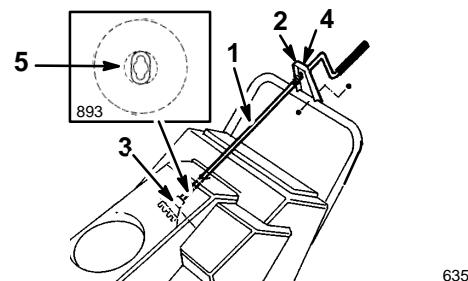

Abbildung 6
- Das abgeflachte Ende der Auswurfkanalkurbel durch das Loch im Schutzbüchsenblech stecken und den Haltebügel auf die Löcher im unteren Griffbügel ausrichten (Abb. 6).
- Langsam die Kurbel drehen, bis das abgeflachte Ende in die versteckte Zahnradöffnung geht und sich der Auswurfkanalring mit der Kurbel dreht (Abb. 6).
- Die Plastikbuchse ganz in das Loch im Haltebügel stecken (Abb. 6).
- Den Haltebügel mit zwei Kopfschrauben und Sicherungsmuttern am Griff befestigen (Abb. 6).